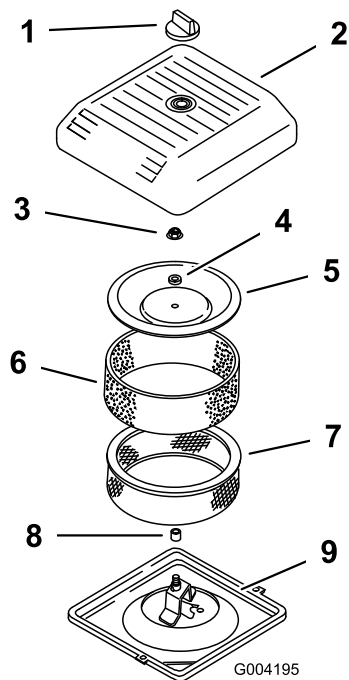

Figura 144
3. Desenrosque el pomo y retire la tapa del limpiador de aire (Figura 144).
4. Separe cuidadosamente el filtro de espuma del filtro de papel (Figura 144).
5. Desenrosque la tuerca de la tapa y retire la tapa, el espaciador y el filtro de papel (Figura 144).